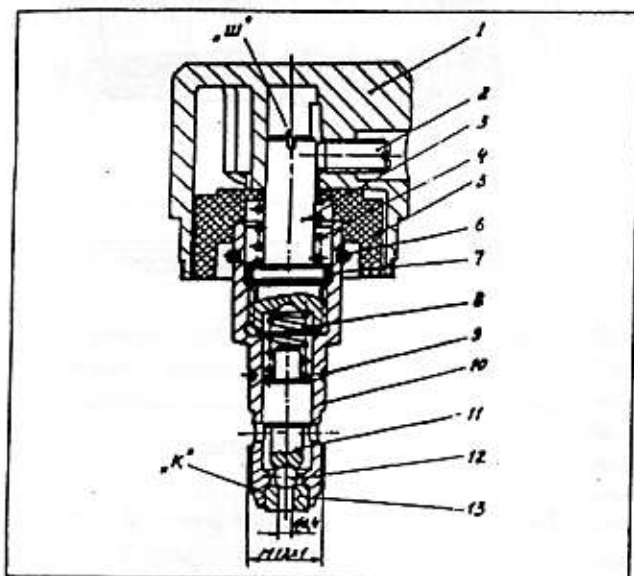

Рис. 12
Рис. 12. Регулятор давления (0.158-245). 1 - ручка регулятора (0.158-350); 2 - шпилька M5x10 (99-0.11.05); 3 - винт регулятора (0.010-853); 4 - пружина (10-1.04.11); 5 - втулка упорная (0.010-859); 6 - скоба (10-1.04.10); 7 - кольцо уплотнительное (99-7.10.07); 8 - пружина (0.047-373); 9 - кольцо уплотнительное (99-7.10.02); 10 - корпус регулятора (0-010-851); 11 - толкатель (0.010-856); 12 - шарик 0 4 мм (99-4.15.02); 13 - седло клапана (10-1.61.03); «ш» - шлиц; «к» - клей уплотнительный
5.2.9. Регулятор давления (рис. 12).